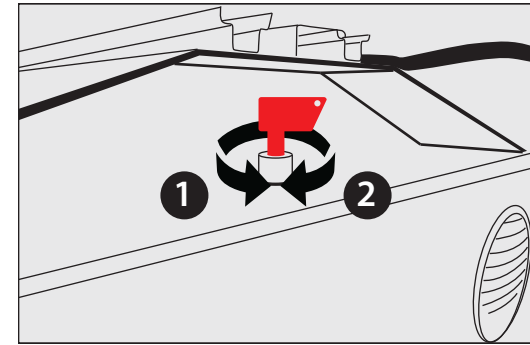

Fig.30
- Onder de twee voorstoelen bevindt zich de hoofdstroom schakelaar zie fig. 30
- naar links (stand 1 fig. 30): uitschakeling van hoofdstroom schakelaar.
- naar voren (stand 2 fig. 30): inschakeling van hoofdstroom schakelaar.